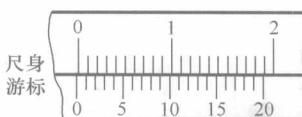

图 1.2.3 0.05mm 游标卡尺刻线原理
2) 读数值精度为 0.05mm 游标卡尺刻线原理。读数值精度为 0.05mm 游标卡尺的尺身上每小格为 1mm，当两量爪合并时，尺身上的 19mm 刚好等于游标上的 20 格，见图 1.2.3，则游标上每格 =  $19\text{mm} \div 20 = 0.95\text{mm}$ ，尺身与游标上每格相差 =  $1\text{mm} - 0.95\text{mm} = 0.05\text{mm}$ 。